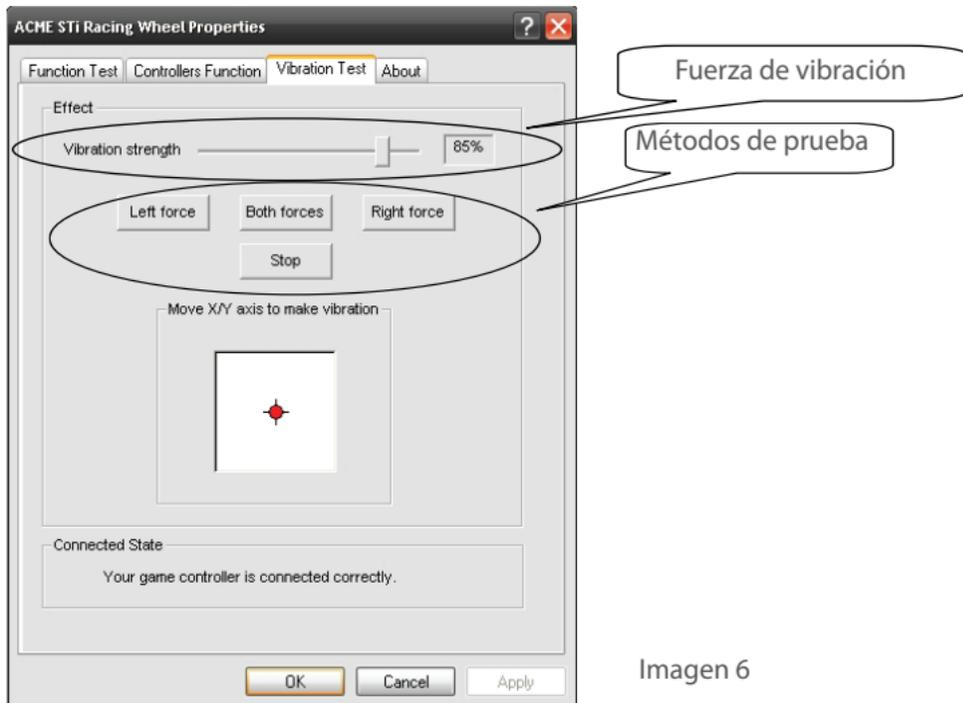

Imagen 6
- La fuerza de vibración se puede ajustar para diferentes grados de la siguiente manera. (Ver imagen 6 "fuerza de vibración")
- Métodos de prueba del motor (Ver imagen 6)